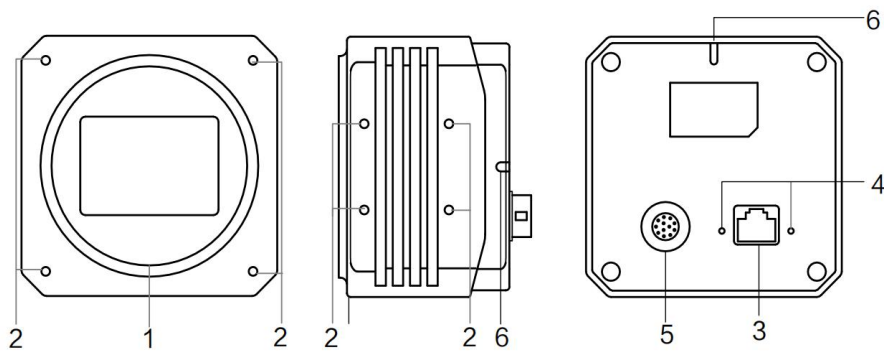

图1-4 M58 口, 不带风扇
- 图 1-4 为 M58 口，不带风扇的千兆网口面阵相机外观。
- M58 口，不带风扇（图 1-4）